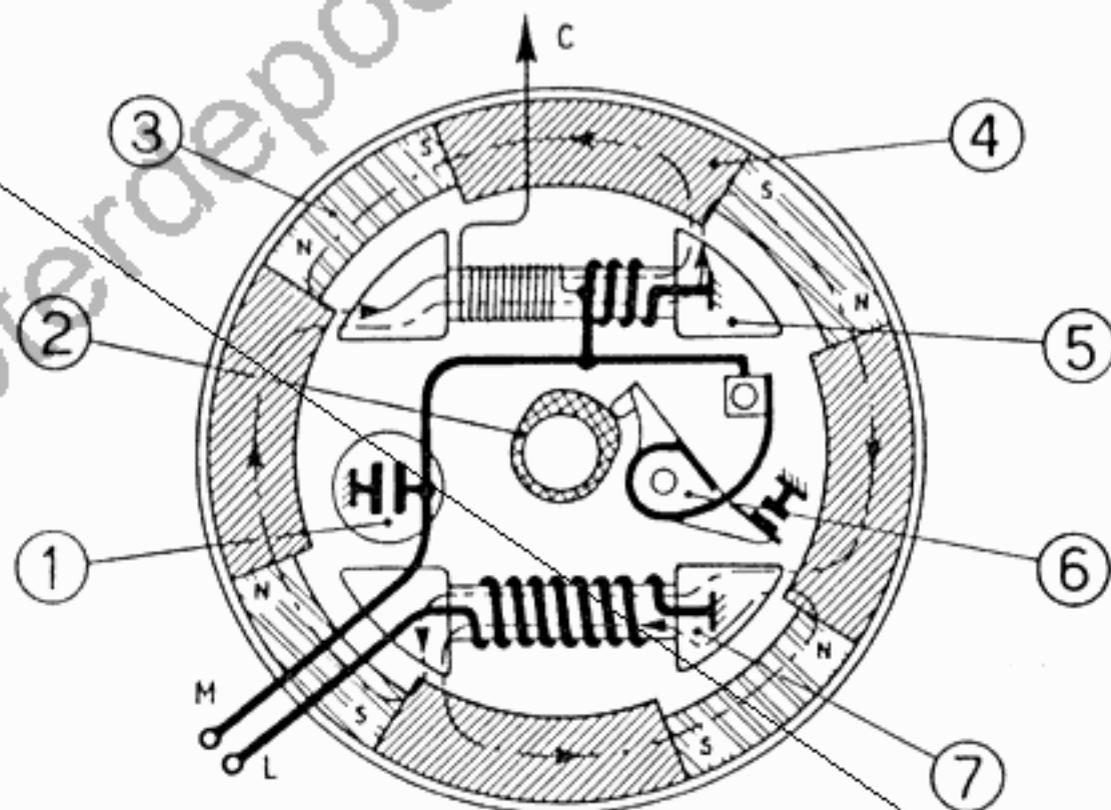

Fig. 14
Durante la rotazione dell'induttore (fig. 14) il flusso magnetico prodotto dalle calamite (3) attraversa il nucleo di ferro dell'indotto (5) successivamente nei due sensi e con diversa intensità a seconda della posizione che questo assume rispetto alle espansioni polari (4) della calamite; all'istante di ogni inversione di senso del flusso si ha la massima variazione, la quale è facilmente avvertibile facendo ruotare a mano il volano e rilevando una subitanea e forte resistenza alla rotazione detta comunemente **strappo**.